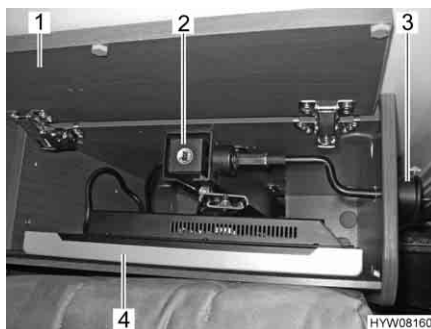

Fig. 67 Schermo piatto nel vano porta televisore
- Aprire la copertura (Fig. 67,1).
- Per scaricare le molle, spingere il meccanismo di sollevamento (Fig. 67,2) leggermente verso il basso.
- Tirare il bottone di sbloccaggio (Fig. 67,3). Lo schermo piatto (Fig. 67,4) si solleva automaticamente.